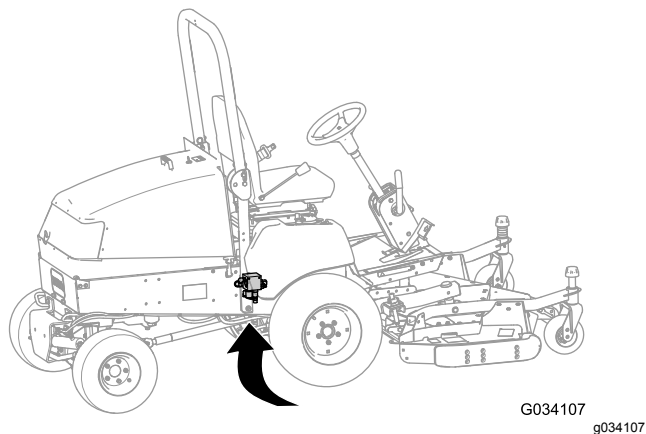

Figure 13
2. Localisez le collecteur de levage sous la machine, à l'intérieur du profilé de cadre droit, derrière le pont avant (Figure 13).